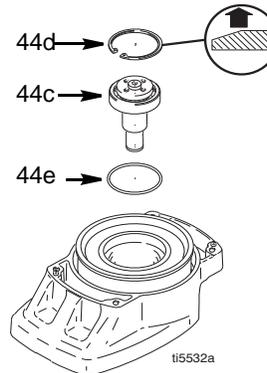

ABB. 6
7. ABB. 6. Den Haltering (44d) entfernen.
6. ABB. 6. Den O-Ring (44e) anbringen.